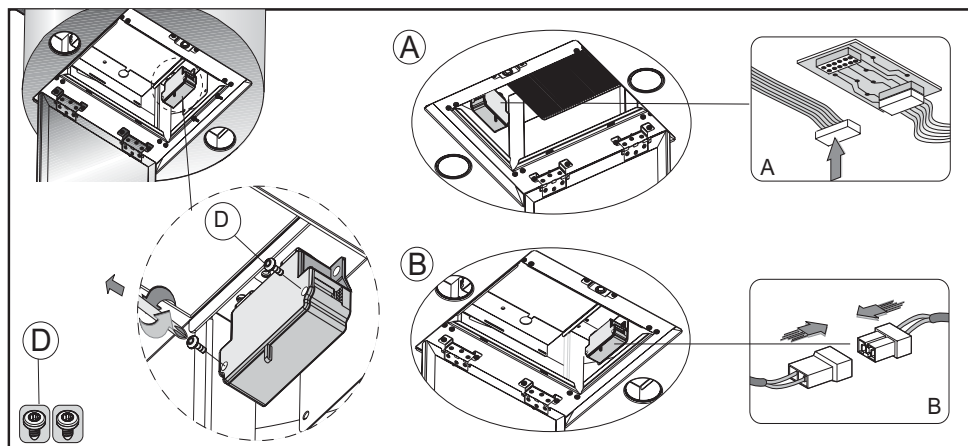

Fig.14
Prima di effettuare il collegamento, svitare le 4 viti **D** delle due scatole e aprire i coperchi (Fig.14)
- Effettuare le connessioni elettriche tra il corpo cappa e il gruppo motore (Fig.14 A e B).